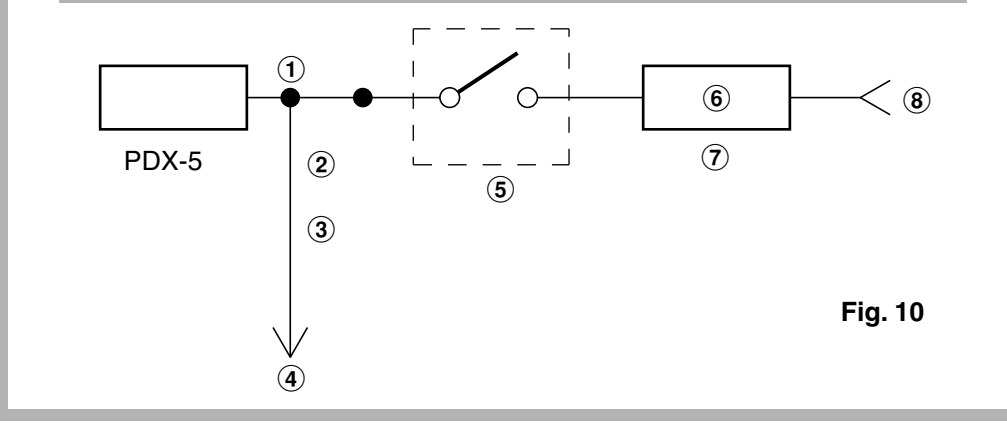

Fig. 10
CONNECTION CHECK LIST (Fig.10)
- Please check your head unit for the conditions listed below: (Fig. 10)
Liste de vérification des connexions (Fig.10)
- Prère de vérifier les points énumérés ci-dessous concernant l'unité principale: (Fig. 10)